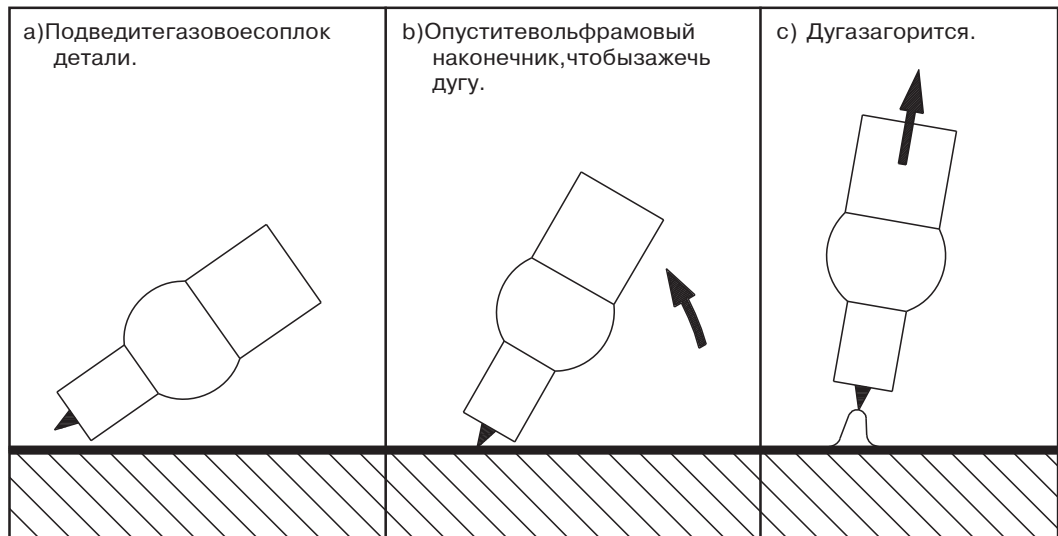

Рис. 8. Угол наклона горелки.
- Поднимите горелку и поверните ее в нормальное положение. При этом загорится дуга (см. рис. 8с).